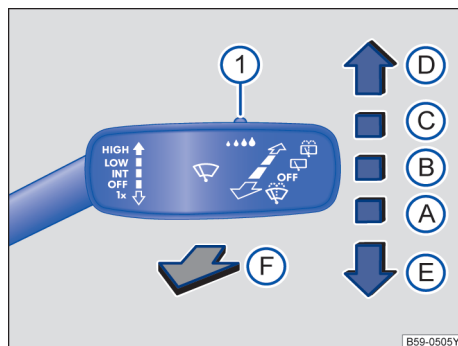

图 72 操作车窗玻璃刮水器。
- ① OFF 车窗玻璃刮水器已关闭。
- ② INT 对车窗玻璃进行间歇刮水。
- ③ LOW 慢速刮水。
- ④ HIGH 快速刮水。
- ⑤ 1x 点动刮水 - 短促刮水。
- ⑥ 拉住操作杆时用于清洁车窗玻璃的刮水和自动清洗功能。
- ⑦ 后风窗刮水器间歇刮水。风窗刮水器约每 6 秒钟刮一次。
- ⑧ 将操作杆拨至该位置，系统立即启动清洗/刮水功能，清洗后风窗。
- ⑨ 使用开关 → 图 72①调节雨量传感器的灵敏度。
- 向下短按车窗玻璃刮水器操作杆 → 图 72 ⑤。